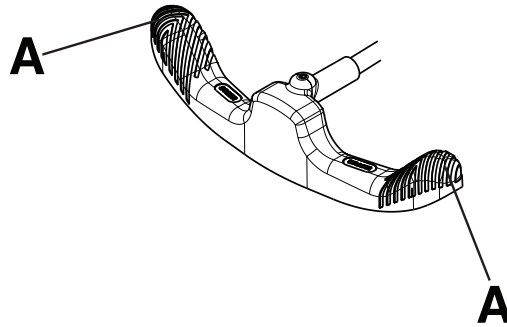

Figura 1 – Funzionamento del pedale freno/sterzo
Nota - Non premere al centro del pedale freno/sterzo. Premere sempre sul lato esterno (A) del pedale freno/sterzo (Figura 1).